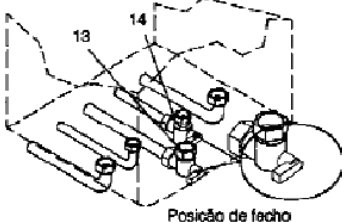

fig. 6.2
- 3 Fechar a torneira gás 13 na fig. 6.2